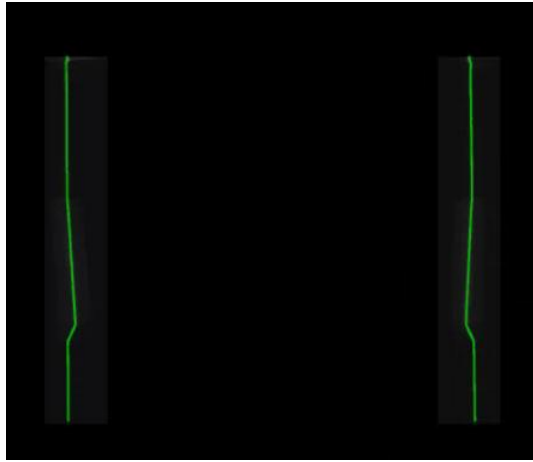

图 3-7 曝光正常示意图
- 点击【单帧检测】。开启“图像校正”后，如果显示区检测的目标上出现连续的激光线，说明参数设置合理，如图 3-7 所示。